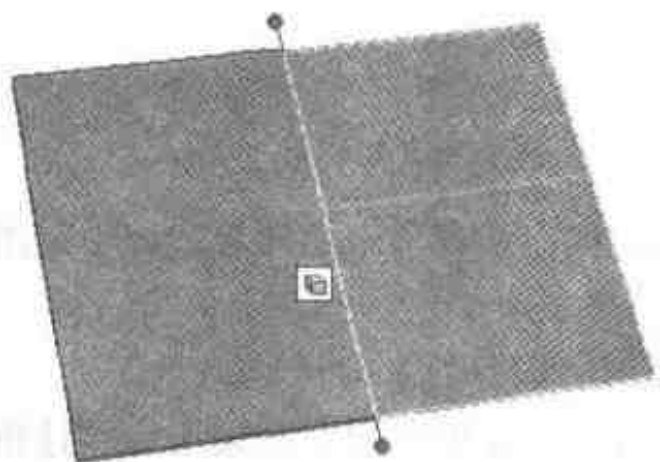
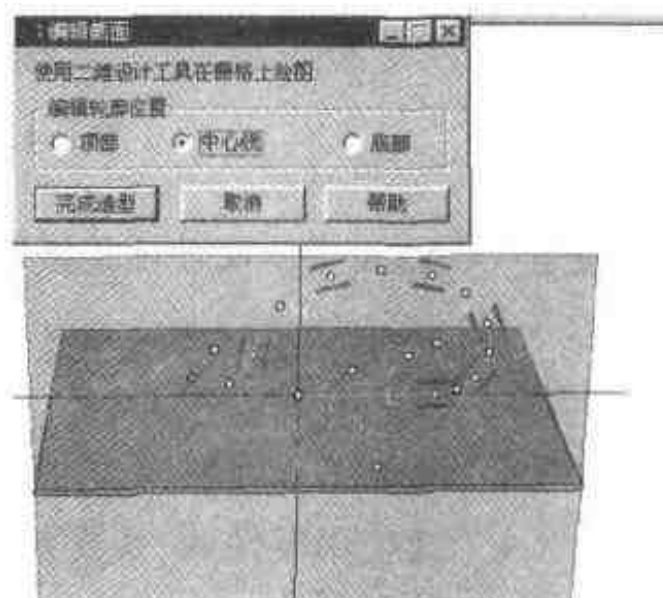

图 1.44 添加弯曲板料到基础板料图素上
图 1.45 利用连续圆弧工具生成轮廓截面线
- (1) 把【添加弯板】图素拖放到基础板料图素的一条边上。这时图素是扁平的(图 1.44)。
- (2) 在智能图素编辑状态右击弯曲板料图素,并从随之出现的快捷菜单中选择【编辑截面】命令。
- (3) 从二维绘图工具条上选择【连续圆弧】工具,并编辑弯曲图素的轮廓,连续圆弧工具生成了连续且相切的截面曲线(图 1.45)。